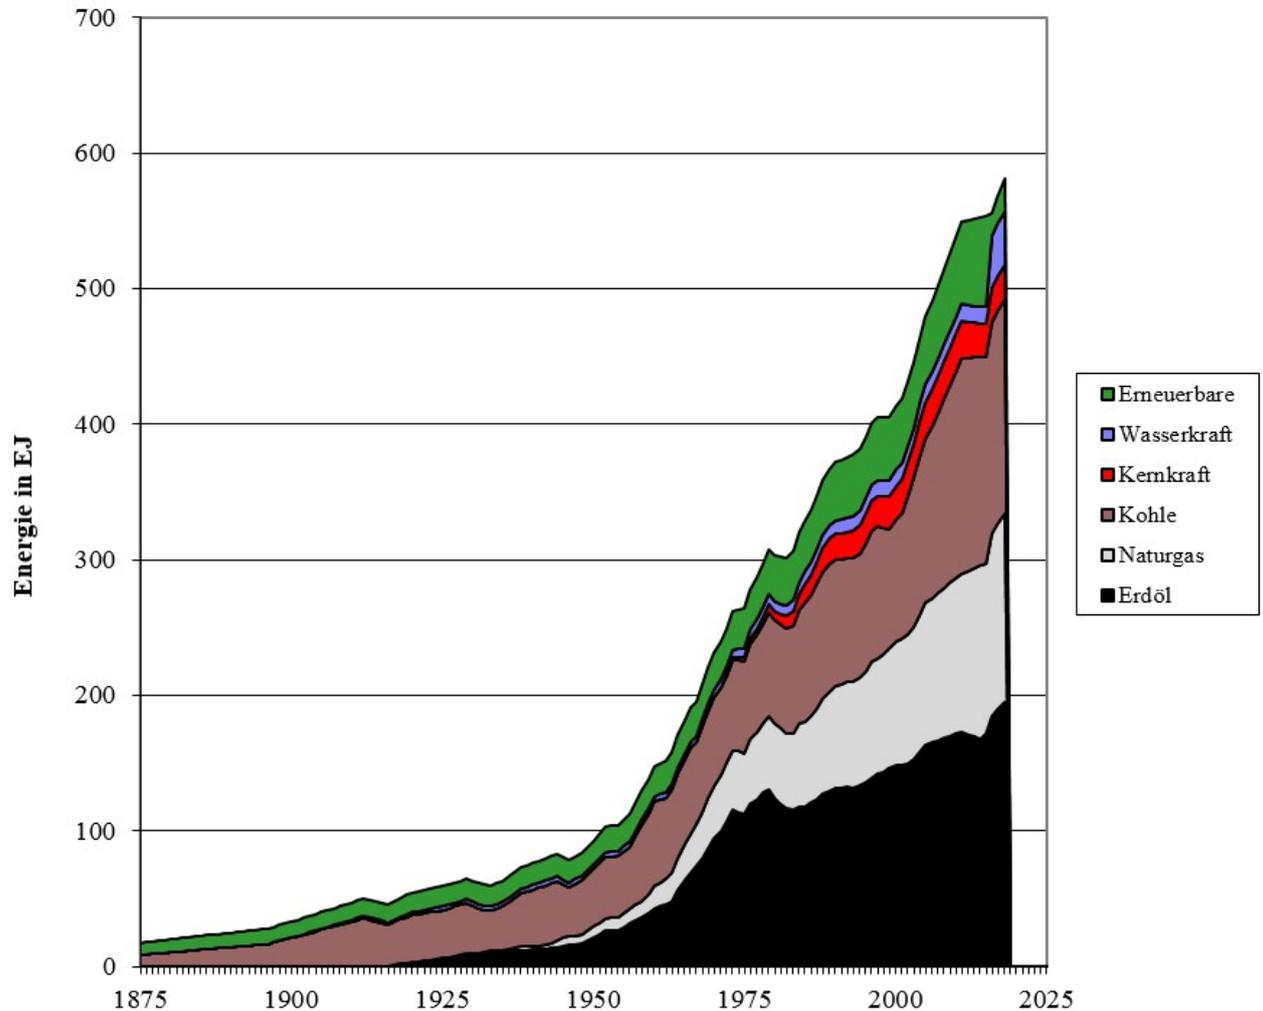

Abb.2: Primärenergieverbrauch der Welt
In Abb.2 ist die zeitliche Entwicklung des Primärenergieverbrauchs der Welt, aufgeschlüsselt nach verschiedenen Primärenergieträgern, dargestellt. Der vor dieser Zeit liegende Energieverbrauch ist kaum dokumentiert; er dürfte auf niedrigem Niveau weitgehend konstant gewesen sein.
Aus Abb.2 erkennt man, daß der weltweite Energieverbrauch mit der einsetzenden Industrialisierung ansteigt.
b) Betrachte die 4 Zeiträume in Abb.2 und kommentiere den jeweiligen Energieverbrauch